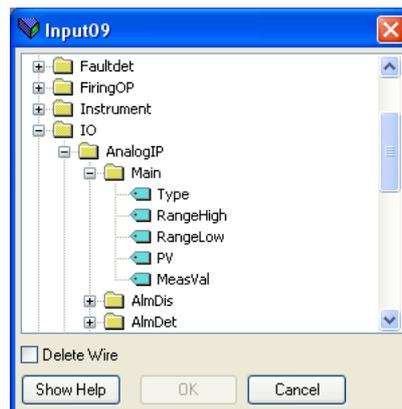

Abbildung 141 Browserfenster
1. Die nächste verfügbare Position in der Eingangs- oder Ausgangstabelle doppelt anklicken und die Variable anklicken, die ihr zugeordnet werden soll. Ein Pop-up-Fenster (Abbildung 141) öffnet einen Browser, über den eine Parameterliste geöffnet werden kann.